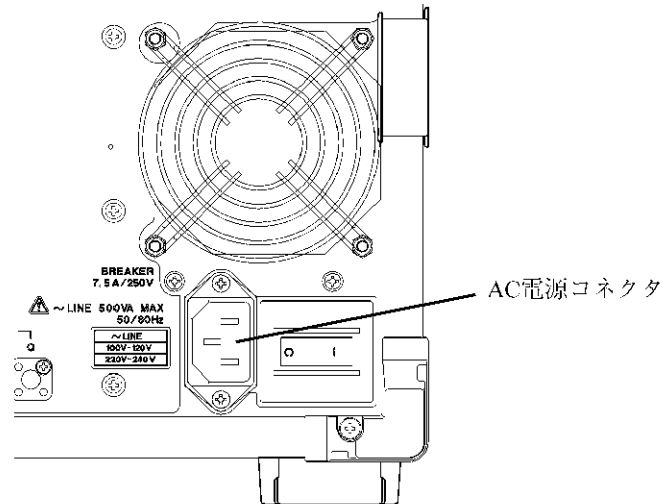

図3-6 電源ケーブルの接続
2. 本器背向パネルのAC電源コネクタと、保護接地端子を備えた3極電源コンセントを付属の電源ケーブルで接続します(図3-6を参照)。